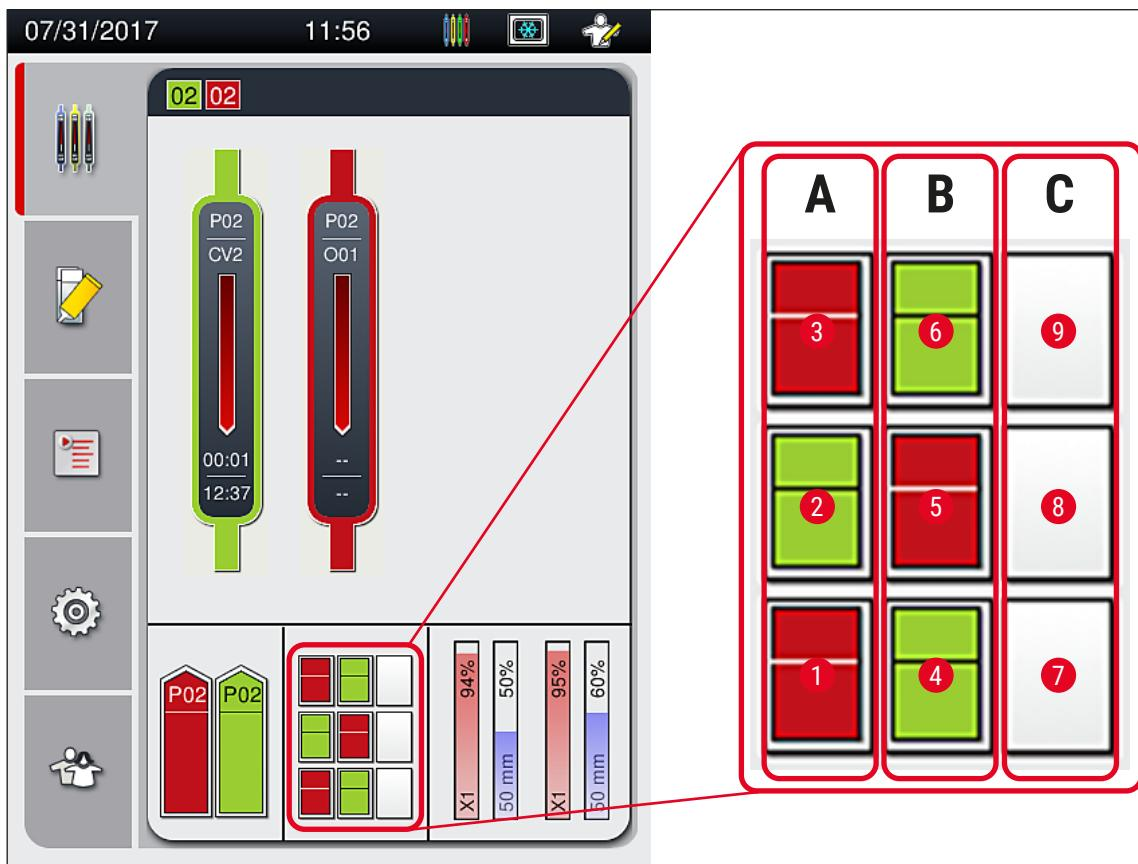

Рис. 75
- В общей сложности разгрузочное устройство вмещает до 9 штативов. Штативы размещаются в разгрузочном устройстве в последовательности от A1 до C9 (→ Рис. 75).